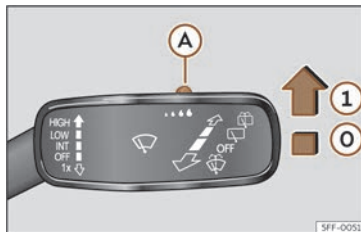

Fig. 112 Maneta ștergătoarelor de parbriz: reglați senzorul de ploaie (A).
Împingeți maneta în poziția dorită >>> fig. 112.
- ① Senzor de ploaie dezactivat.
- ① Senzor de ploaie activ; ștergere automată dacă este necesar.
După decuplarea și recuplarea contactului, senzorul de ploaie va rămâne activat și va începe să funcționeze din nou când ștergătoarele sunt în poziția >>> fig. 112① și autovehiculul rulează cu viteză mai mare de 16 km/h (10 mph).